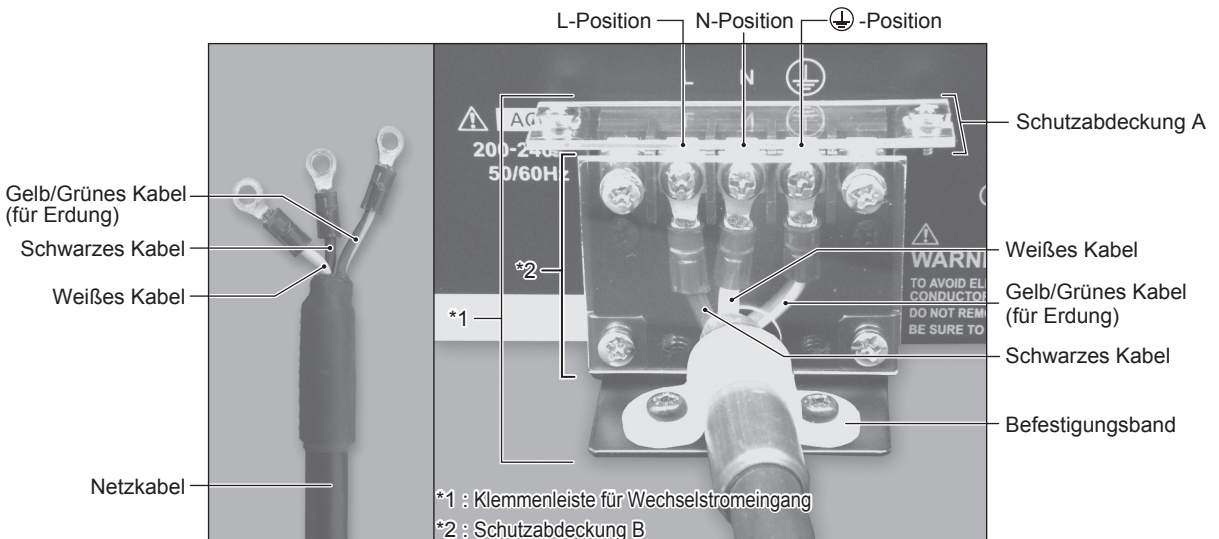

Abb.15
- (1) Lösen Sie die Befestigungsschrauben an den Schutzabdeckungen A, B und das Sicherungsband. Entfernen Sie die Schutzabdeckungen A, B und das Sicherungsband von der Rückseite des CONTROLLERS.
- (2) Die runden Anschlussfahnen sind an der einen Seite des Netzkabels angebracht. Entfernen Sie die Klemmschraube von der Klemmenleiste für den Wechselstromeingang. Stellen Sie sicher, dass der runde Anschluss fest mit der Klemme der Klemmenleiste für den Wechselstromeingang verbunden ist. (Tabelle 2, Abb. 15)
- (3) Ziehen Sie die Klemmschrauben fest an, nachdem Sie die Klemmschraube an der Klemmenleiste für den Wechselstromeingang abgeschlossen haben.
- (4) Bringen Sie die Schutzabdeckungen A und B mit den Original-Befestigungsschrauben wieder an der Klemmenleiste für den Wechselstromeingang an.
- (5) Befestigen Sie das Netzkabel mit dem Sicherungsband und der Befestigungsschraube.